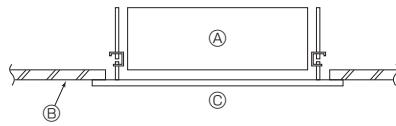

Fig. 3-8
3.7. Bekreft posisjonen til hovedenheten og stram opphengsbolten (Fig. 3-8)